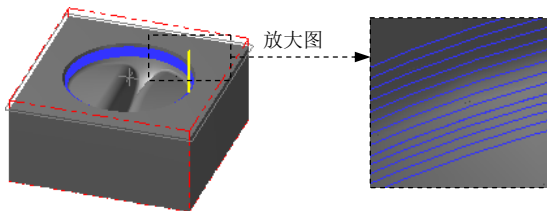

图 4.24 刀具路径
(1) 在“曲面精加工流线”对话框的**刀具路径参数**选项卡的列表框中显示出 Step4 所选择的刀具，双击该刀具，系统弹出“定义刀具-机床群组-1”对话框。
(2) 设置刀具号码。在“定义刀具-机床群组-1”对话框的**刀具号码**文本框中，将原有的数值改为 4。
(3) 设置刀具参数。单击“定义刀具-机床群组-1”对话框中的**参数**选项卡，在**进给率**文本框中输入值 200.0，在**下刀速率**文本框中输入值 100.0，在**提刀速率**文本框中输入值 500.0，在**主轴转速**文本框中输入值 3000.0。
(4) 设置冷却方式。在**参数**选项卡中单击 **Coolant...** 按钮，系统弹出“Coolant...”对话框，在 **Flood**（切削液）下拉列表中选择 **On** 选项。单击该对话框中的 **✓** 按钮，关闭“Coolant...”对话框。
(5) 单击“定义刀具-机床群组-1”对话框中的 **✓** 按钮，完成刀具参数的设置。
Step8. 单击“曲面精加工流线”对话框中的 **✓** 按钮，同时在图形区生成图 4.24 所示的刀具路径。